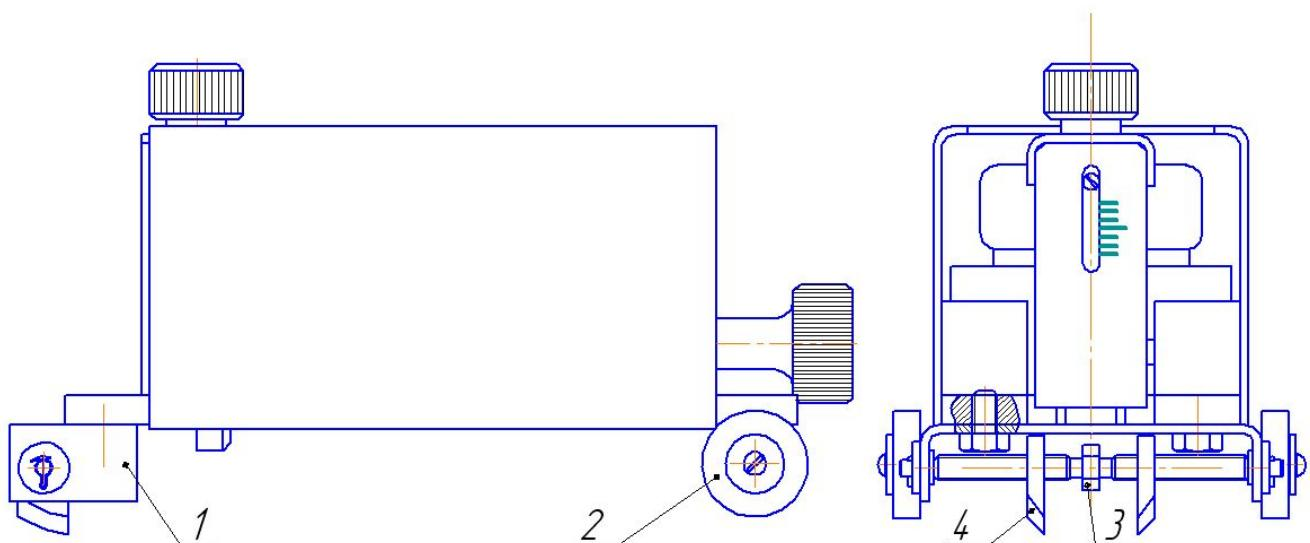
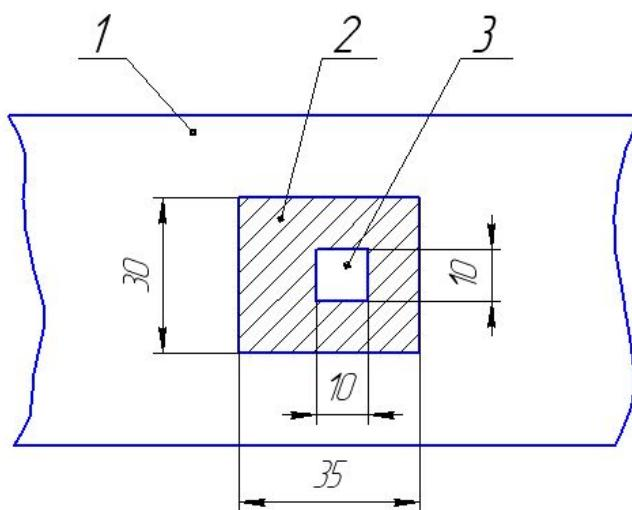

Рис.2
Рис.6
2). Подготовительные работы в месте определения адгезии выполняются ножом и резаком, входящими в комплект поставки. Применение резака 1 показано на рис.2.
- 1) С помощью резака, установленного на основание адгезиметра (рис.2) делают надрез размером 10x10 мм до металла в испытуемом защитном покрытии 1 (рис. 6).